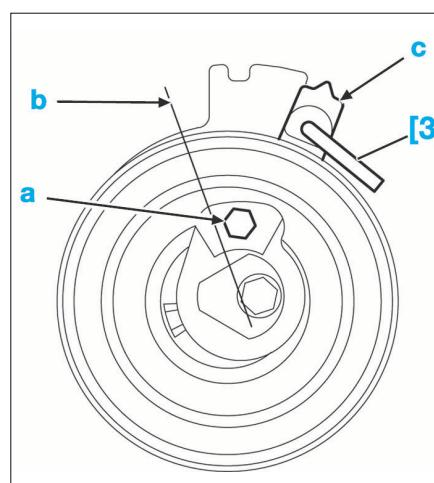

FIG. 20
- [3]. Outil de pigeage de galet tendeur (Fig.20).
- Tourner le galet tendeur, à l'aide d'une clé 6 pans en "a", vers la droite jusqu'à amener l'index "c" en position "b" de manière à mettre en place la pique [3] (Fig.20).